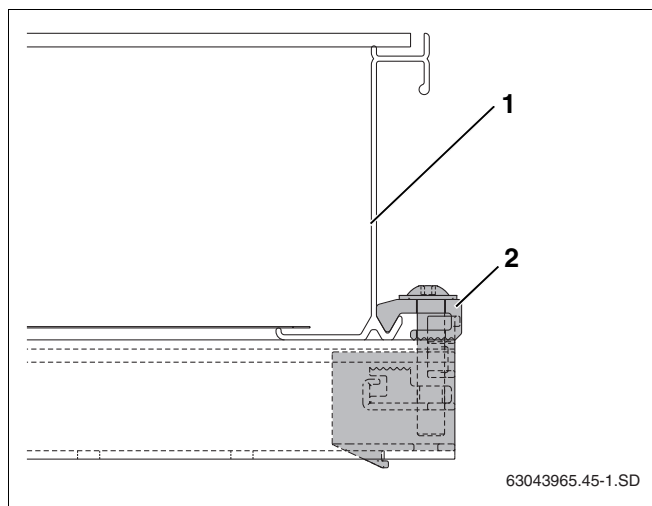

fig. 44 Tensor de colector unilateral rosçado
- ▶ Colocar (fig. 44, **item 1**) cuidadosamente o colector para o tensor de colector unilateral e alinhar na horizontal.
- ▶ Aparafusar o retentor de colector unilateral com a chave SW5 (fig. 44, **item 2**).
O dispositivo de fixação (fig. 44, **item 2**) agarra agora o canto inferior do colector.